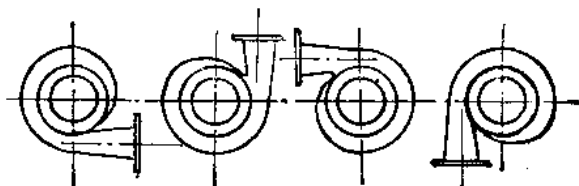

图 7 蜗壳状泵体
1. BA 型：泵壳内部槽道面积由小逐渐扩大，具有螺旋形，呈蜗壳状。整个泵壳用铸铁铸成整体，并在出口法兰上钻有安装压力表的管螺孔，出水口方向可以变换(如图 7)。